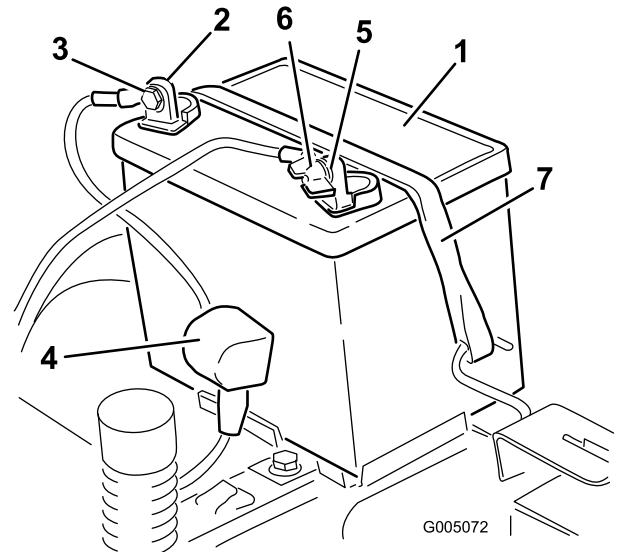

Bild 37
4. Klemmen Sie das Minuskabel (schwarz) vom Batteriepol ab (Bild 37). Bewahren Sie alle Befestigungen auf.
5. Schieben Sie die Gummiabdeckung am Pluskabel (rot) nach oben. Klemmen Sie das Pluskabel (Rot) vom Batteriepol ab (Bild 37). Bewahren Sie alle Befestigungen auf.
6. Nehmen Sie die Batterieklemme ab (Bild 37) und heben Sie die Batterie aus dem Ständer heraus.
1. Setzen Sie die Batterie in das Fach (Bild 37).
5. Befestigen Sie die Batterie mit der Befestigung (Bild 37).